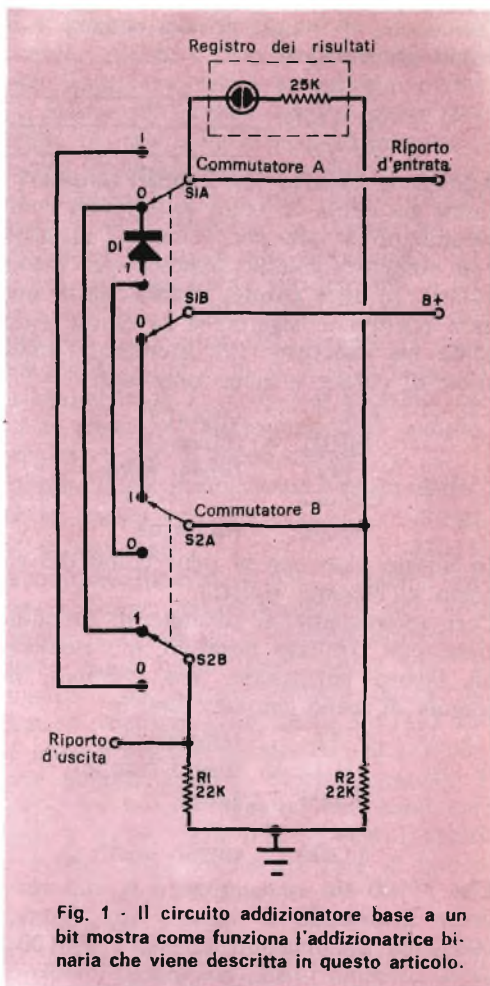

Fig. 1 - Il circuito addizionatore base a un bit mostra come funziona l'addizionatrice binaria che viene descritta in questo articolo.
Nella *fig. 1* è riportato il circuito usato per eseguire l'addizione binaria delle cifre incolonnate in due addendi (A e B). Ciascuna cifra è rappresentata da un commutatore a 2 vie e 2 posizioni ed il risultato viene indicato da una lampadina al neon. Per capire il funzionamento di questo circuito, ci riferiamo alla *Tabella 3* (Tabella di verifica).
Usando questa tabella si vedrà come il circuito della *fig. 1* esegua l'addizione binaria, come cioè il "Risultato" e il "Riporto d'uscita" (colonna 7) si formino esattamente per tutte le combinazioni delle cifre binarie incolonnate nei due addendi e del riporto d'entrata.
**Generazione del risultato** - Come si vede nella *fig. 1* i commutatori S1B e S2A collegano il positivo dell'alimentazione (B+) al lato destro della lampadina al neon quando i commutatori sono in posizioni opposte. Se non sono in posizioni opposte, il resistore R2 mantiene il lato
Esaminando la *fig. 1* si vede che la prima condizione è soddisfatta dai commutatori S1A e S2B, i quali collegano il terminale del "Riporto d'uscita" al terminale del "Riporto d'entrata" ogni volta che questi commutatori sono in posizioni opposte; la seconda condizione è soddisfatta dal diodo D1, il quale conduce la tensione d'alimentazione B+ al terminale del "Riporto d'uscita" quando entrambi i commutatori (S1 e S2) sono in posizione 1; la terza condizione è soddisfatta lasciando al potenziale di massa il resistore R1.